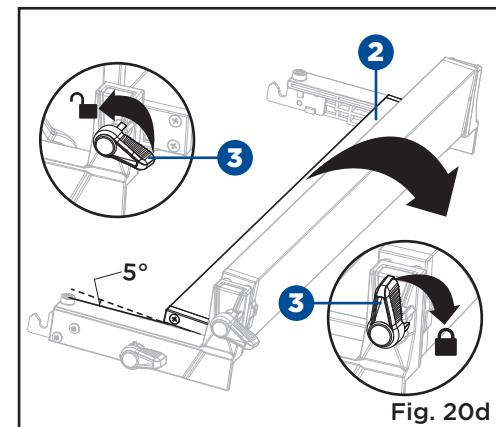

Fig. 20d
(Fig. 20d-20f)
- Desserrez le levier de verrouillage, faites pivoter le guide étroit de 5° dans le sens horaire jusqu'à ce qu'un déclic se fait entendre, puis tournez le levier de verrouillage (3) dans le sens horaire pour le verrouiller. (Fig. 20d)